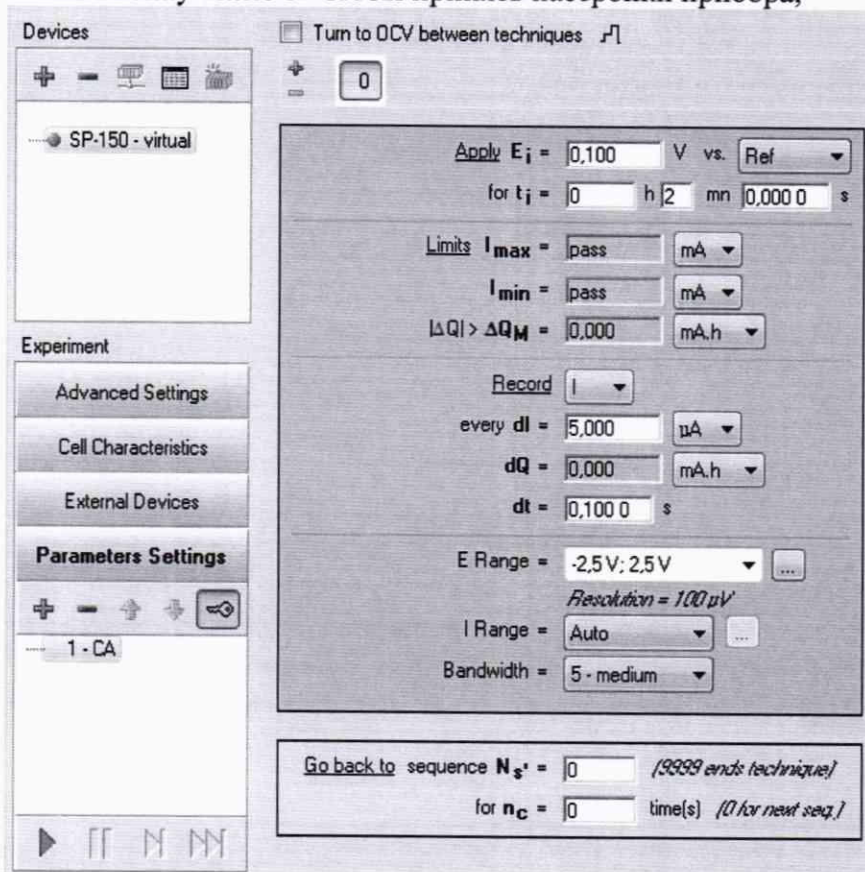

Рисунок 8 – Окно настроек техники CA программы EC-Lab
6) После нажатия иконки «ключ» в окне «**parameters setting**» установите в окне настроек техники «**Chronoamperometry/chronocoulometry-CA**» (рисунок 8) в окошке «**E Range**» диапазон «-2,5 V; +2,5V», в окошке «**I Range**» диапазон «Auto»;